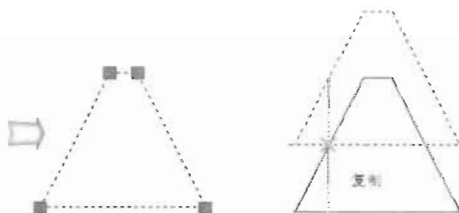

图 3-45
(9) 使用 Copy 命令垂直向下复制多边形, 如图 3-45 所示, 命令执行过程如下。
指定第二个点或 <使用第一个点作为位移>: //垂直向下移动到图 3-45 所示的位置